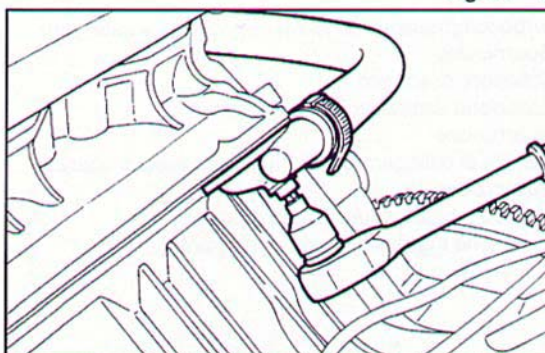

Fig. 57 ▼
- svitare la vite (lunghezza 45 mm) e rimuovere la tubazione mandata liquido refrigerante da testa cilindri destra a radiatore interno vettura (Fig. 57).
- unscrew the screw (45 mm long) and remove the coolant feed line from the right cylinder head to the car interior radiator (Fig. 57).